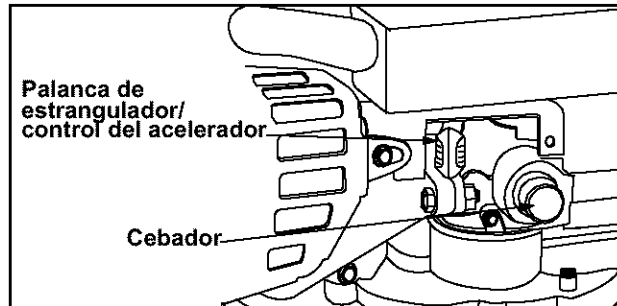

Figura 7
- Mover la palanca de estrangulador/control del acelerador a la posición ESTRANGULADOR. (Un motor caliente no siempre requiere el uso del estrangulador.) Ver la figura 7.